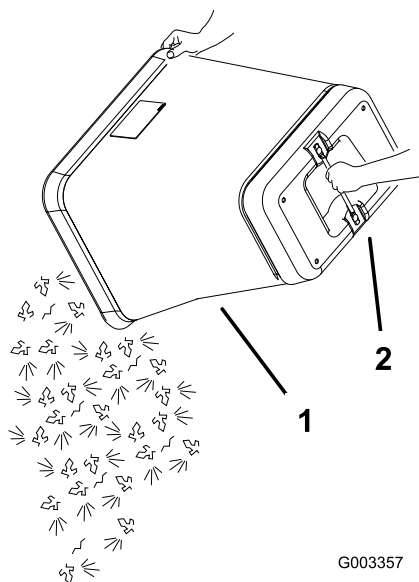

図 38
6. バッグの下についている取っ手を握り、バッグを上下逆さまにして刈かすを捨てる 図 38。